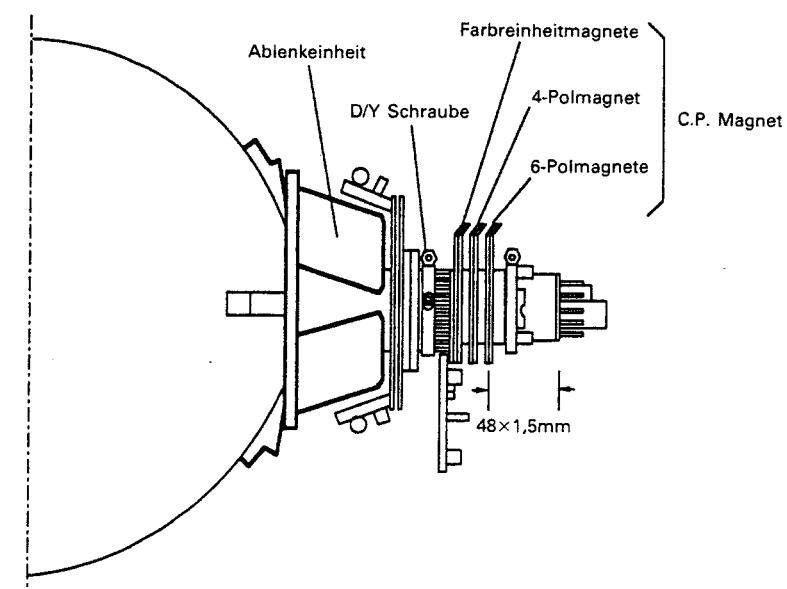

Abb. 14-1
(1) Entfernen Sie die Ablenkeinheit und die Gummikeile die auf der Bildröhre befestigt sind. Beachten Sie daß Sie das Glas der Bildröhre nicht beschädigen.
(2) Reinigen Sie die Klebestellen für die Gummikeile auf der Bildröhre und an der Ablenkeinheit.
(3) Die Ablenkeinheit voll auf den Bildröhrehals bis zum Glas schieben.
(4) Die Konvergenzmagneteinheit auf dem Hals der Bildröhre befestigen sodaß der Abstand der 6-Polmagnete und das Ende der Bildröhre $48 \pm 1,5$ mm beträgt. (Siehe Abb. 14-1)
(5) Die Front der Bildröhre und die Seiten der Bildröhre entmagnetisieren mit einer Entmagnetisierungsspule.